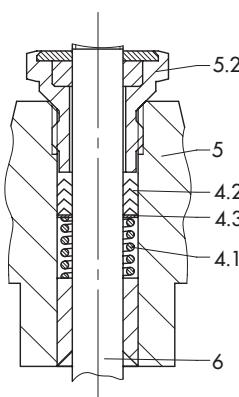

Рис. 7 . Сальниковое уплотнение
3.4. Контрольный штуцер (Рис. 7)